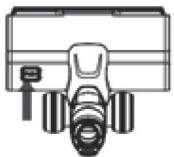

Figure 20
2. Retournez la brosse et faites tourner le bouton de verrouillage avec une pièce pour ouvrir le verrou. (Figure 20)